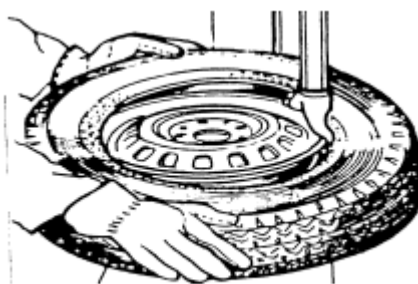

рис.7
5) Установите шину так, чтобы её закраина прошла ниже носика головки и выше края (хвоста) ее задней части (рис.7).